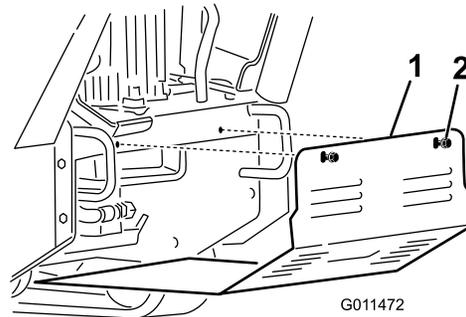

図 23
3. 下部シールドを機体に固定しているボルト2本を交互にゆるめてシールドを外す 図 23。
5. 運転する時は必ずシールドを取り付ける。下側シールドを4ヶ所のタブにセットし、外す時にゆるめたボルト2本で固定する 図 23。